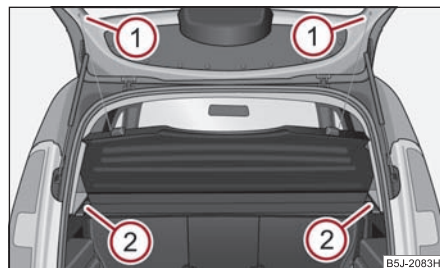

Fig. 78 Dépose de la tablette du coffre à bagages
- Déclipsez les sangles du capot de coffre à bagages ① ⇒ fig. 78.
- Enlevez le cache-bagages de la fixation ② en tirant vers l'arrière ou en frappant de façon modérée sous le cache.
- Lors de la remise en place, poussez d'abord le cache-bagages dans la fixation ② puis accrochez les sangles ① sur le capot du coffre à bagages.